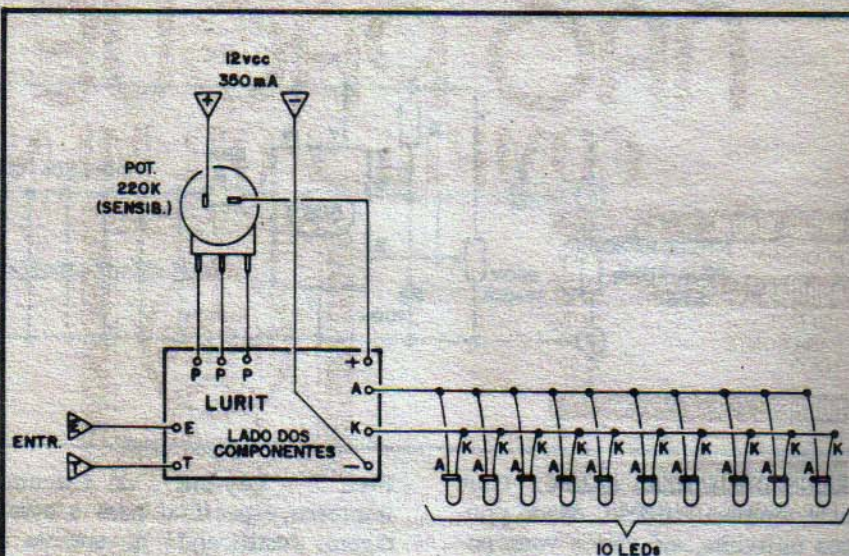

Fig.4
- FIG. 4 - Diagrama das conexões externas à placa. Nessa fase o Leitor/Hobbysta também precisa de atenção (mas nada que uma nova consulta ao TABELÃO não possa resolver...) e cuidado. A plaquinha é ainda vista pelo lado não cobreado, devendo o Leitor observar as conexões do potenciômetro (cuja chave incorporada controla também a própria alimentação do circuito), polaridade da alimentação e - principalmente - as ligações aos 10 LEDs. Quanto a estes últimos, observar que ficam fora da placa, o que facilita seu arranjo em instalações “ao gosto do freguês” (sugestões mais à frente...). Notar ainda que os terminais de Entrada são representados pelo fio “E” (vivo da Entrada) e “T” (terra da Entrada)